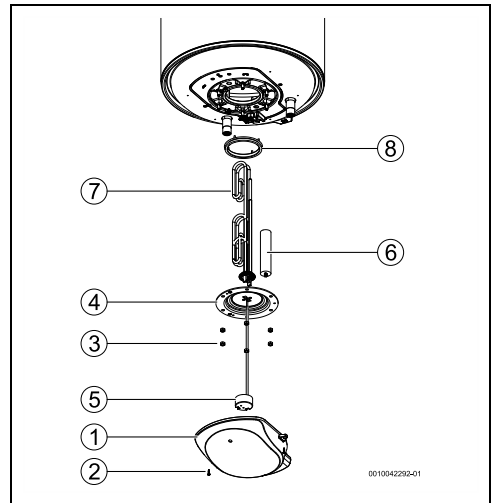

Fig. 11
- ▶ Ajustar el termostato a la temperatura máxima, girar el controlador de temperatura hacia la izquierda hasta que se detenga (→ fig. 11)